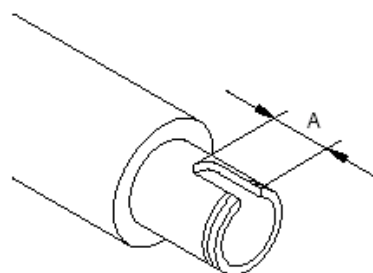

图 02-709-21
- b. 确保图 02-709-21 中所示的 A 长槽口向后。